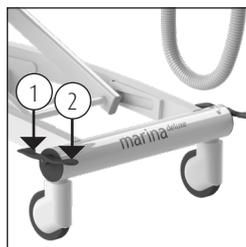

Figura 2 Bloqueo de ruedas.
- Para quitar el freno del Marina basic, se debe mover hacia arriba el mismo labio de la rueda golpeando ligeramente la parte superior del labio (2) (Ver la figura 2).
El Marina deluxe está equipado con un sistema de frenado semicentral, por lo que puede frenar las dos ruedas al mismo tiempo. El pedal de control semicentral de los frenos es el pedal situado en la parte delantera y trasera a ambos lados del carro (Ver la figura 2).